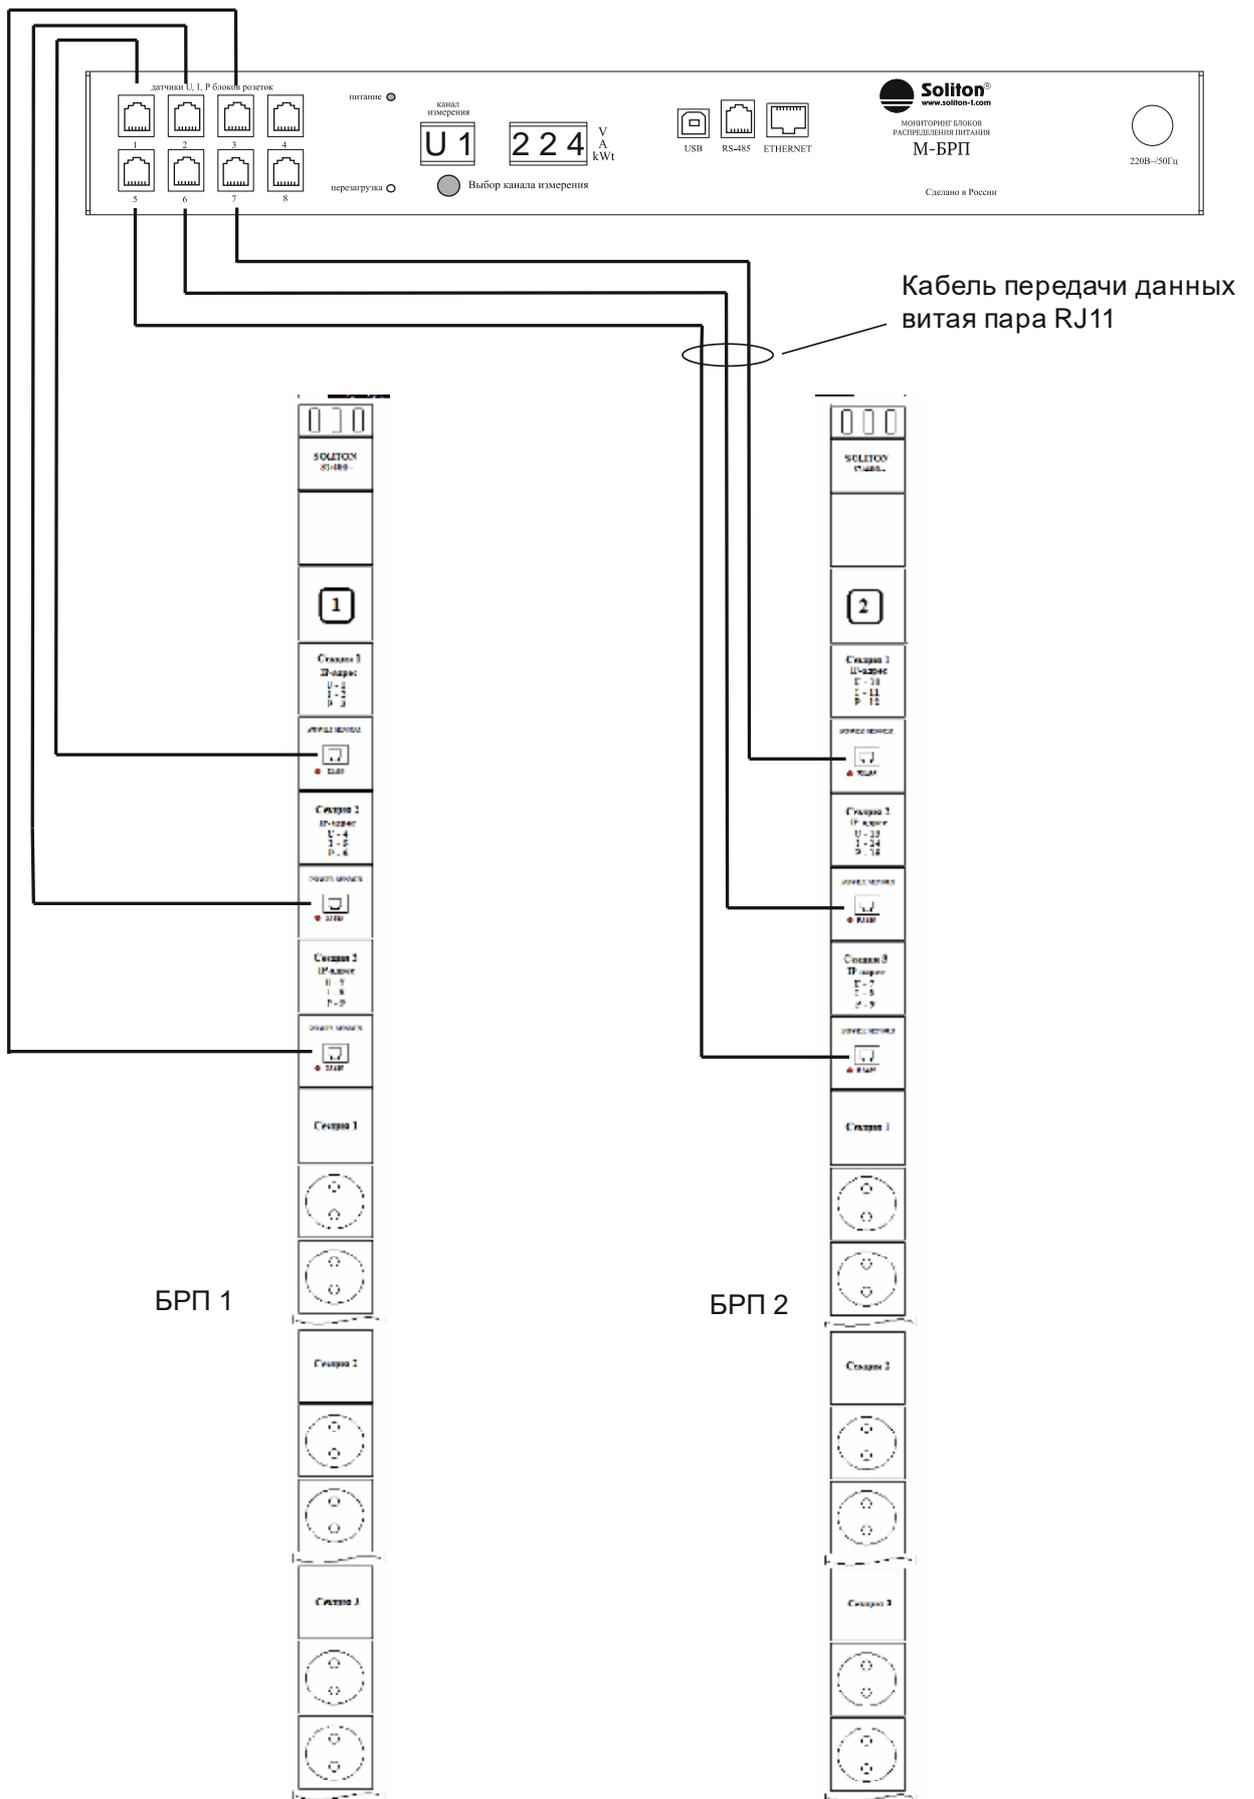
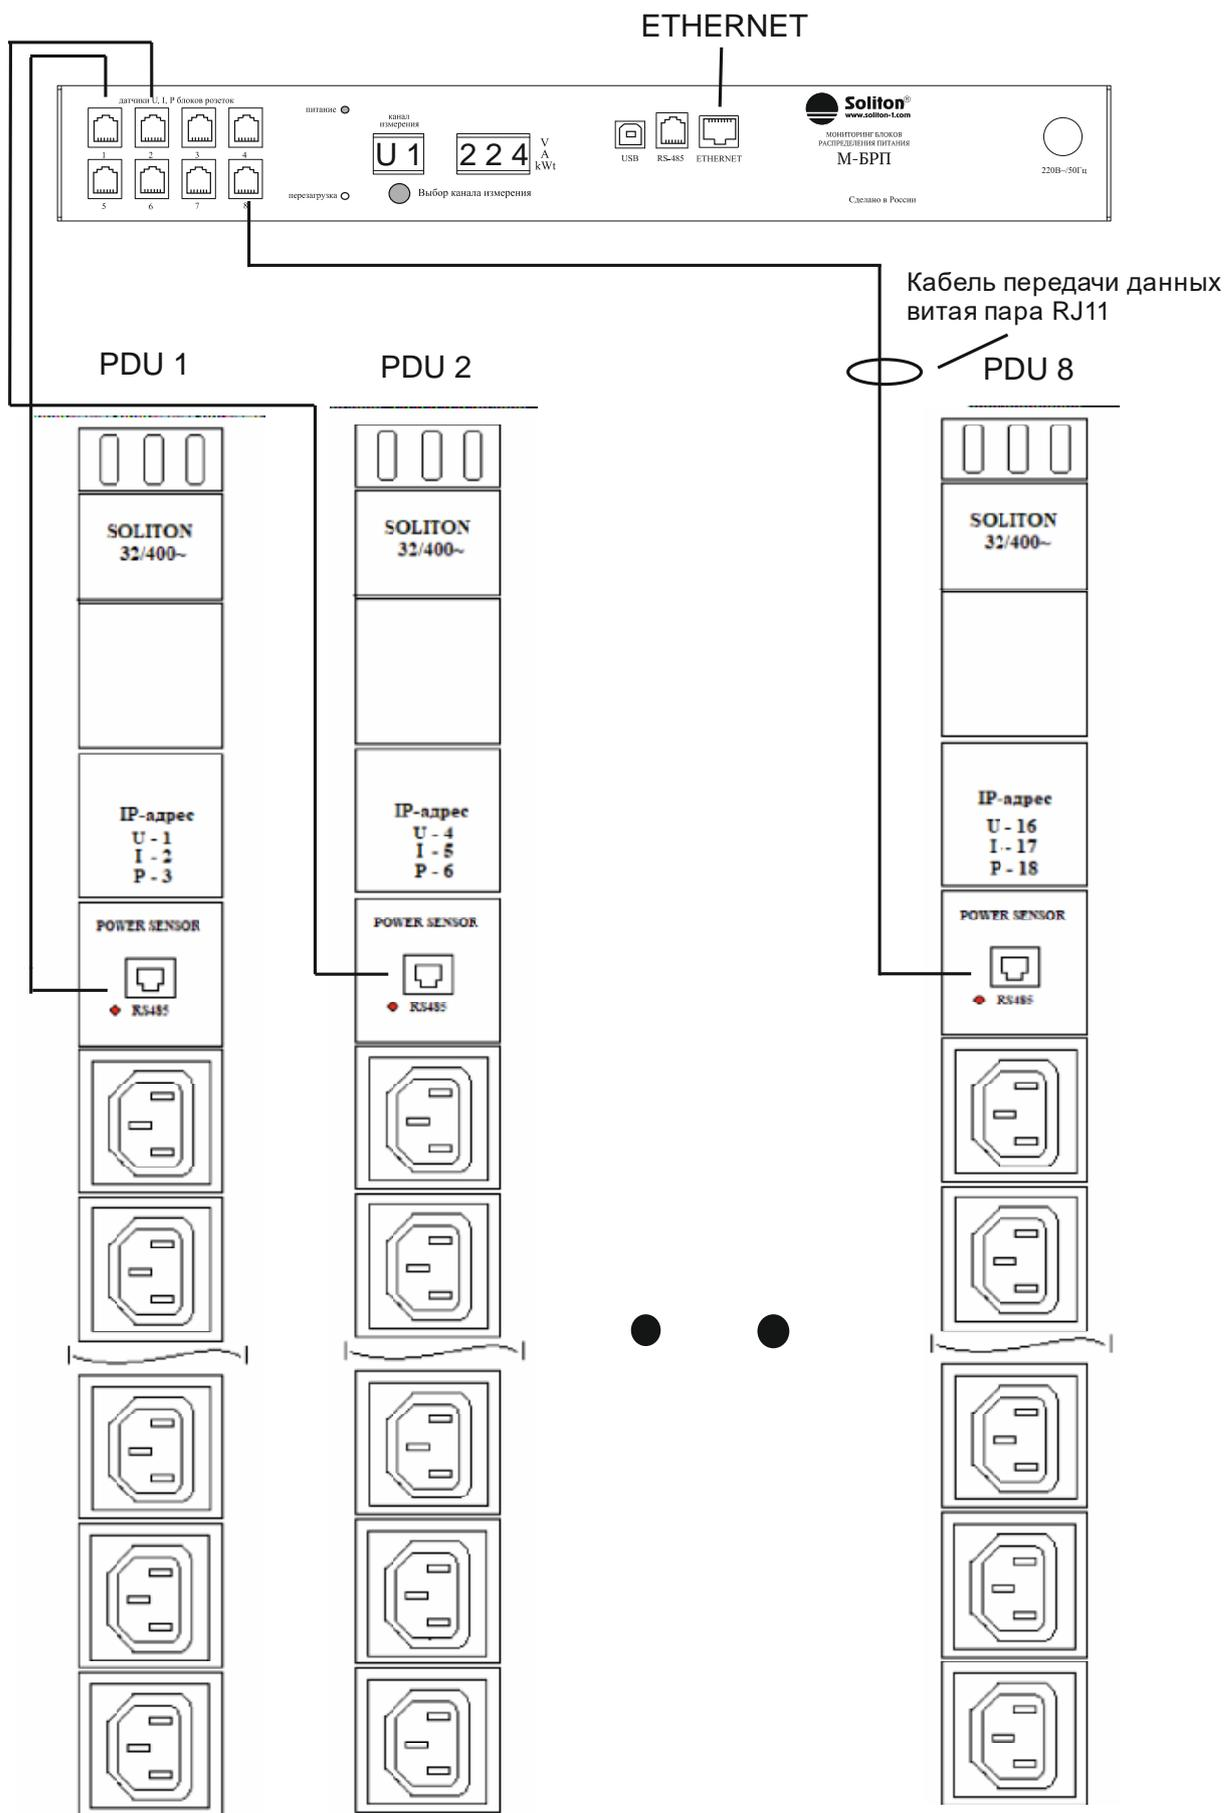

Рис.5 Схема подключения 3-х фазных БРП к системе мониторинга.
Рис.6 Схема подключения однофазных БРП к системе мониторинга
- 1.3. Подключить порт SolitonBas(RS-485), гнездо RJ11, модулей мониторинга U, I, P к контроллеру М-БРП, используя кабели из комплекта прибора. Светящийся индикатор на модуле мониторинга обозначает готовность к передаче данных. Схема подключения однофазных БРП к контроллеру мониторинга приведена на Рис.6. Схема подключения трехфазных БРП к контроллеру мониторинга приведена на Рис.5.